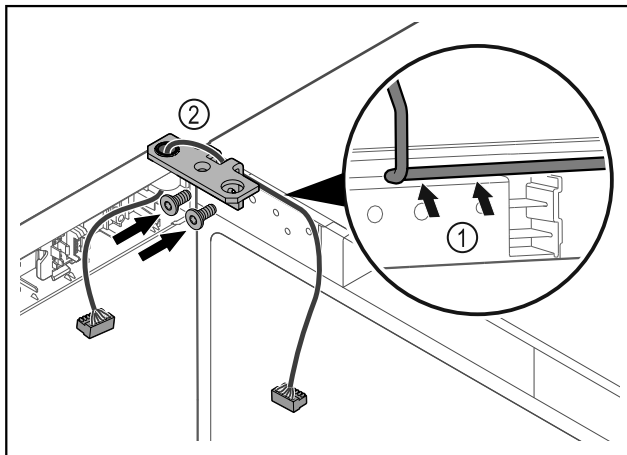

Fig. 46
- ▶ Περάστε το καλώδιο μέσα από το άνοιγμα της γωνίας μεντεσέ και τοποθετήστε το προσεκτικά Fig. 46 (1).
- ▶ Βιδώστε τη γωνία μεντεσέ Fig. 46 (2).